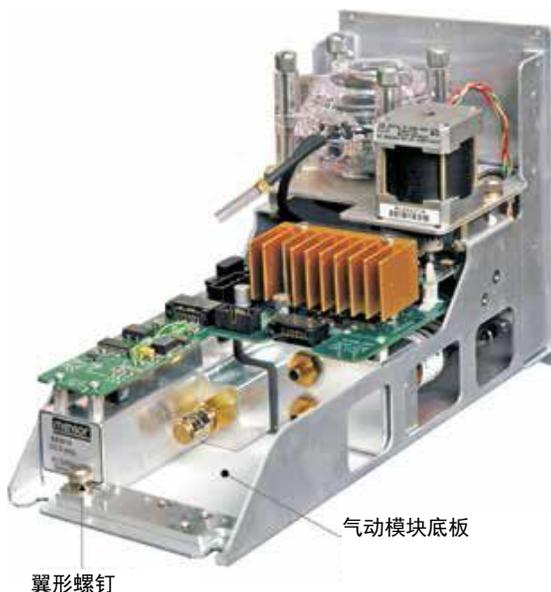
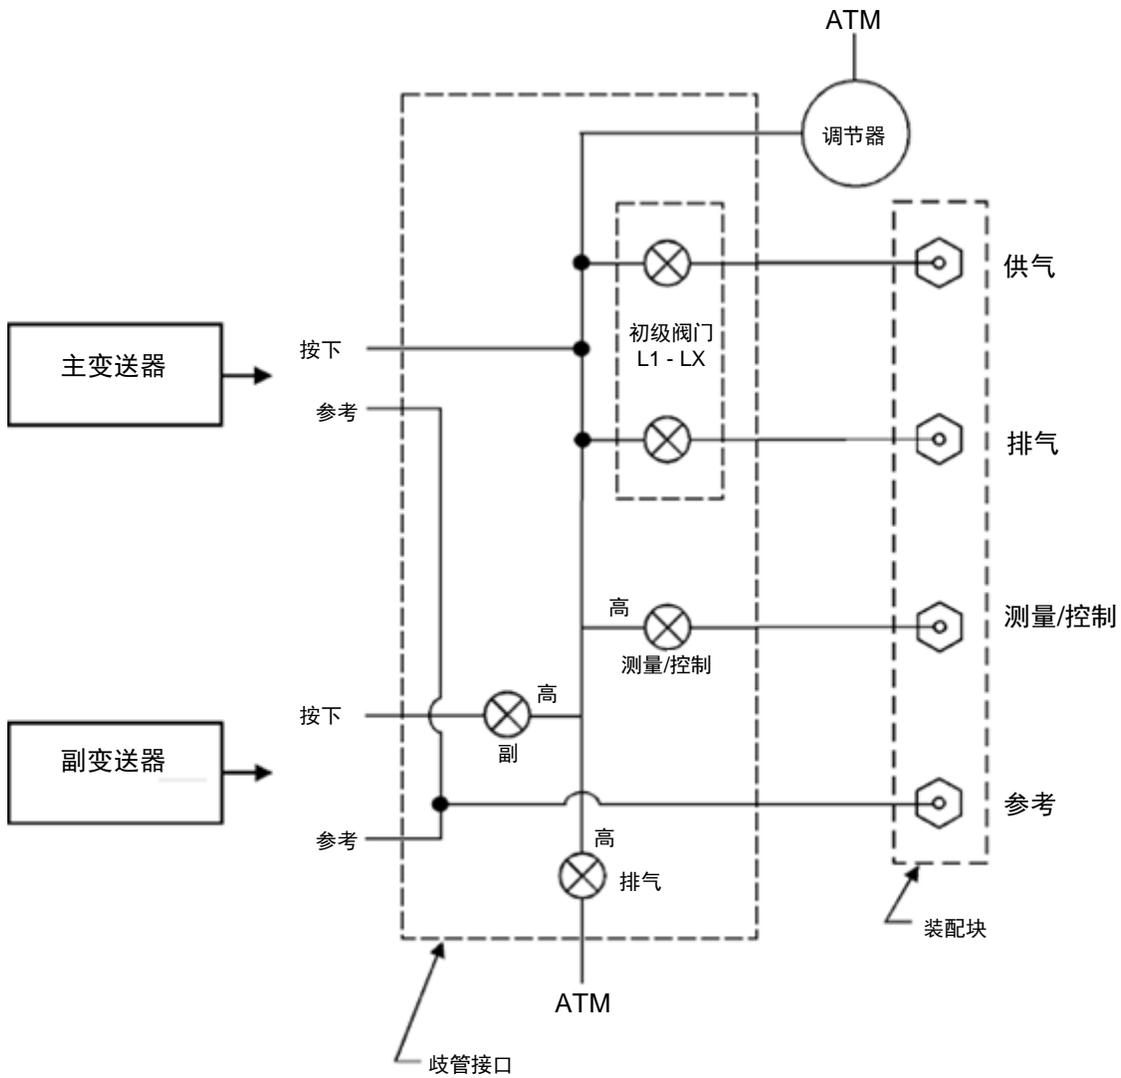

图 9.2.1B - 气动模块，泵调节器
图 9.2.1C - 气动原理图, 泵调节器
请务必小心！以下测试功能为非常强大的故障排除工具，但错误连接高压气体可能会导致危险。请研究气动原理图（图 9.2.1C 和 9.2.2B）以了解各种压力连线的可能后果。
要进入测试屏幕，请按 [Setup]、[Controller] 和 [Test]。操作人员可通过泵调节器测试屏幕直接控制电磁阀。按下 [Closed] 或 [Open] 键将切换相关电磁阀的开/关状态。各键被按下后会更改文字和颜色，其目标电磁阀会发出响亮的“咔哒”声。如果按键颜色更改，但未伴随“咔哒”声，这表明电磁阀存在故障或连接不良。按下 [+] 或 [-] 键将启动泵，并分别增加或降低系统压力。[speed] 键可调整泵增加或降低压力的相对速度。[%] 键可调整供气阀和排气阀的工作周期。Primary 和 Secondary 标签显示相应变送器传感到的压力。速率 [psi/sec.] 标签显示系统压力变化的速度。有关泵调节器气动模块，请参见图 9.2.1B。有关泵调节器的气动原理图，请参见图 9.2.1C。
3. 拧开固定变送器的翼形螺钉（图 9.2.1B 和 9.3.1）。